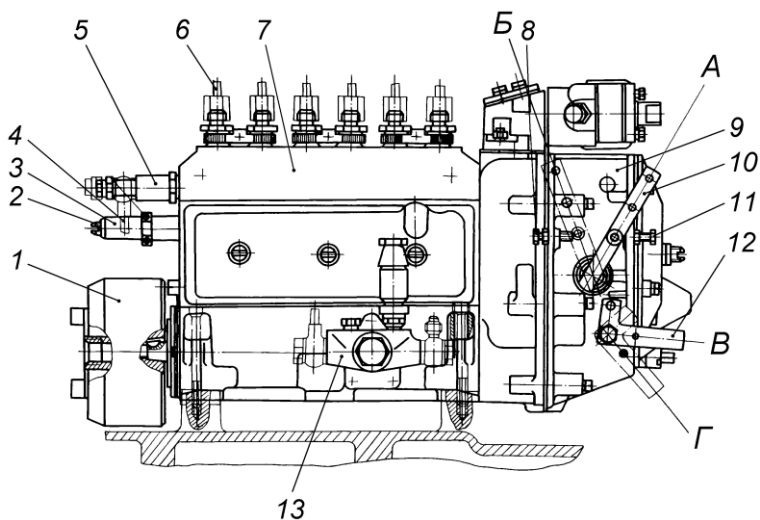
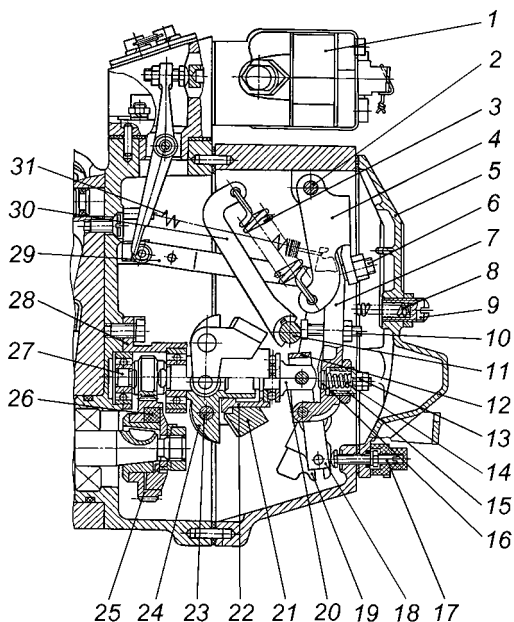

Рис. 30. Топливный насос высокого давления:
Рис. 31. Регулятор частоты вращения:
Топливный насос высокого давления в сборе с регулятором частоты вращения, муфтой опережения впрыска и топливоподкачивающим насосом изображен на рис. 30.
Рейка топливного насоса перемещается в направляющих втулках, запрессованных в корпус насоса. Выступающий из насоса конец рейки защищен втулкой 3 (рис. 30), в которую ввернут винт 2, ограничивающий мощность двигателя в обкаточный период. Винт-ограничитель контрится проволокой и пломбируется.
ТНВД оснащен всережимным механическим регулятором частоты вращения (рис. 31), который, изменяя подачу топлива в зависимости от нагрузки, поддерживает заданную водителем частоту вращения коленчатого вала двигателя.
Подача топлива полностью выключается механизмом останова, состоящим из кулисы 19, рычага останова 12 (рис. 30) и возвратной пружины, расположенной за рычагом останова под крышкой.
Кулиса с рычагом останова соединяется пружинной, расположенной внутри кулисы и предохраняющей механизм регулятора от чрезмерных усилий при выключении подачи топлива. Во время работы двигателя кулиса прижата усилием возвратной пружины к регулировочному винту 17 (рис. 31).
- 1 Максимальная частота вращения холостого хода (начало выброса рейки) регулируется болтом 8 (рис. 30).
- 2 Минимальная частота вращения холостого хода регулируется болтом 11 (рис. 30) и корпусом буферной пружины 9 (рис. 31).
- 3 Номинальная подача регулируется болтом 10 (рис. 31).
- 4 Номинальная мощность регулируется винтом 17 (рис. 31).
- 5 Предварительное натяжение пружины (разность частоты вращения конца и начала выброса рейки) регулируется винтом 6 (рис. 31).